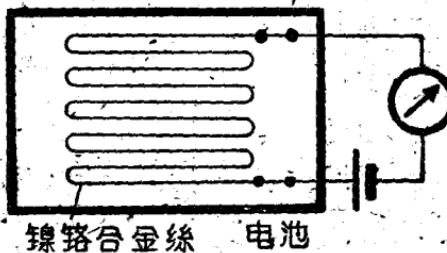

图 9
6. 应变电阻(图 9) 用电阻系数很大的合金镍铬材料或其他合金材料，拉成直径小于0.04毫米的细丝，再把它弯成如图9的形状粘在薄纸上，这就成了应变电阻。当应变电阻